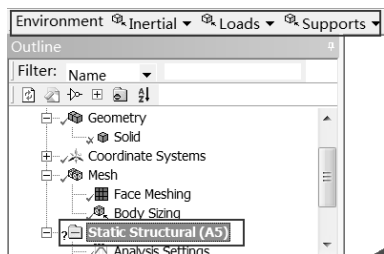

图 14-19 Environment 工具栏
Step1：选择 Mechanical 界面左侧 Outline（分析树）中的 Static Structural（A5）选项，此时会出现如图 14-19 所示的 Environment 工具栏。